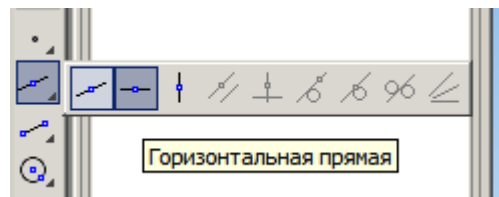

Рис. 8. Инструменты расположены на панели инструментов «Геометрия»
4. Эскиз, который предстоит создать показан на рис. 7. Начнем работу над эскизом с разметки рабочей области, для чего воспользуемся инструментом *Вспомогательная прямая*, а точнее инструментами, вызываемыми нажатием на кнопки  (Горизонтальная прямая) и  (Вертикальная прямая), рис. 8.